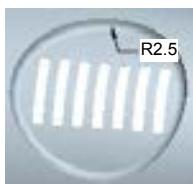

图 6.7.56 创建圆角 1
Step27. 创建图 6.7.56 所示的圆角 1。
(1) 选择下拉菜单 **插入(I)** **倒圆角(O)...** 命令。
(2) 在模型上选择圆的内边线创建圆角; 在操控板中的圆角半径文本框中输入值 2.5, 并按 Enter 键; 单击“完成”按钮 , 完成特征的创建。